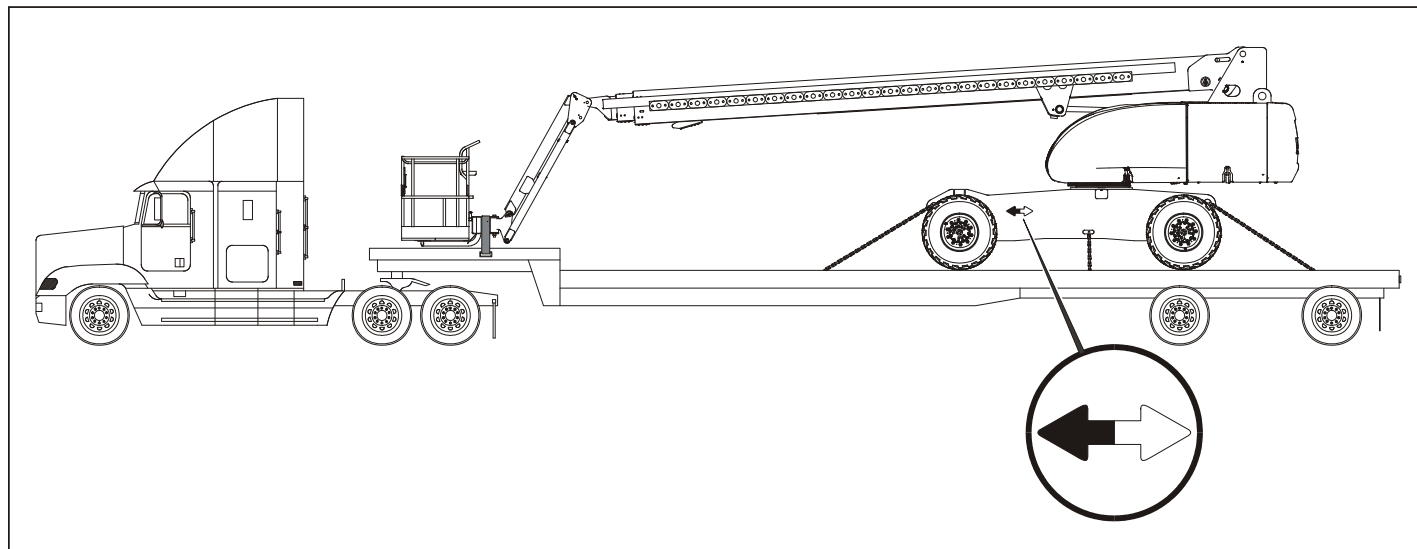

Figura 4-6. Transporte típico de 800S/810SJ/860SJ
- c. Conducir hacia el remolque con la pluma y la plataforma colocadas hacia el camión. Consultar la Figura 4-6., Transporte típico de 800S/810SJ/860SJ.